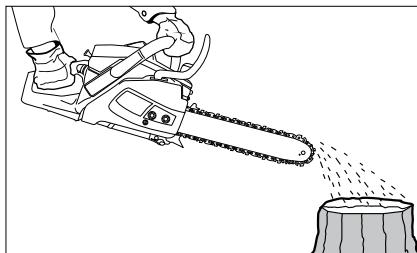

Рис. 13
4. Перед початком роботи перевірте подачу масла: включіть бензопилу і потримайте її над відповідною підстилкою. При достатній кількості змащення утворюється легкий слід від крапель скидаємого масла (рис. 13).